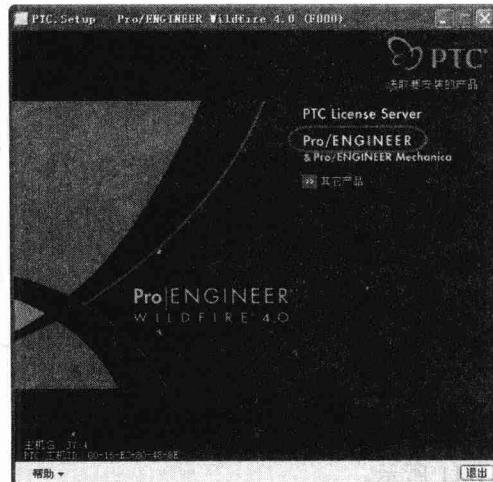

图 1-4 选取要安装的产品界面
(3) 安装完成许可证管理配置后，单击【下一步 >】按钮进入选取要安装的产品界面，如图 1-4 所示。